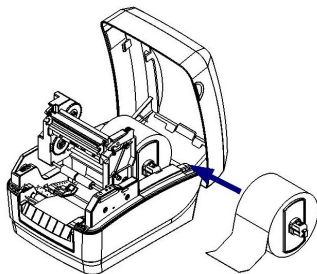

图 2.4.5
- 4) 将装在纸卷支撑杆上的纸卷放入纸仓，然后将纸前端拉出平铺于打印通道内，并用左、右逼纸块将拉出的纸夹住（见图 2.4.5）。